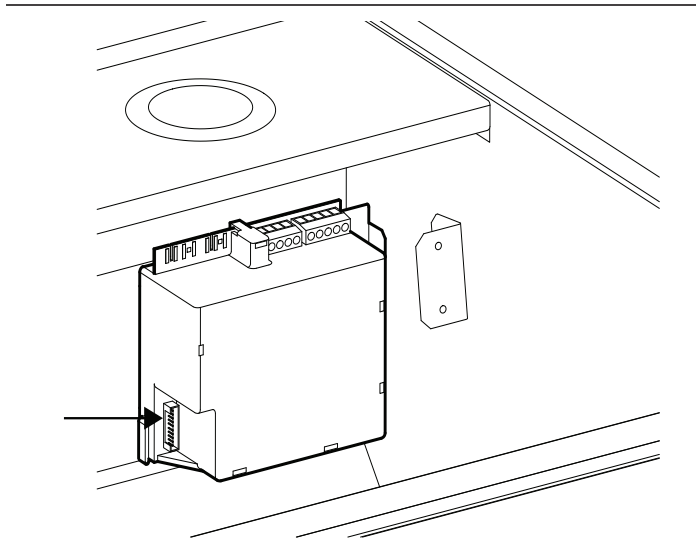

Figure 17 : Raccordement de la boîte à relais
- Débranchez le faisceau de la télécommande à la boîte à relais (*Figure 17*).
- Branchez le faisceau fourni dans la trousse de la télécommande (*Figure 17*).